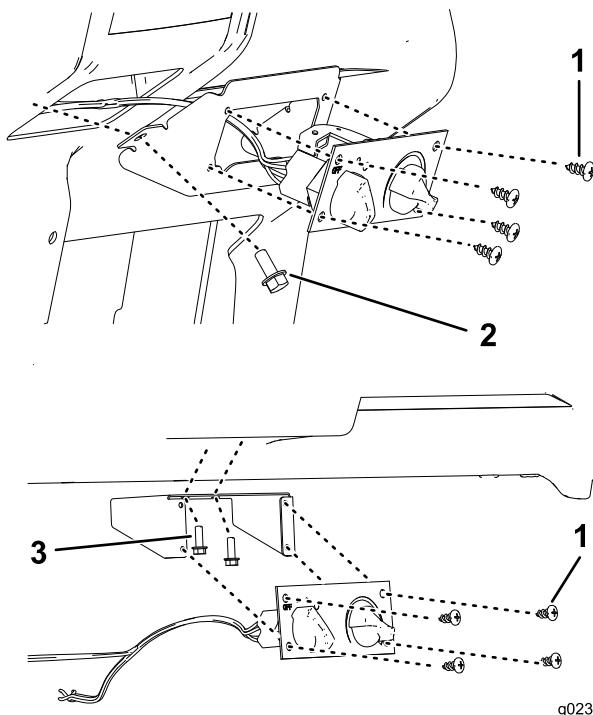

Figura 5
4. Fixe o controlo do aquecedor à montagem do controlo do aquecedor utilizando 4 parafusos de placa de metal (Figura 5).
5. Ligue o cabo do controlo do aquecedor e o conector de fios preto ao controlo do aquecedor e o conector de fios branco ao aquecedor (Figura 5).
7. Prenda utilizando 4 parafusos (5/16 pol.) na frente da montagem de controlo do aquecedor e 2 parafusos (5/16 pol. para os modelos HD) na lateral da montagem ou 2 parafusos (1/4 pol. para os modelos MD) na parte interior superior da montagem, dependendo do modelo que possui (Figura 5).